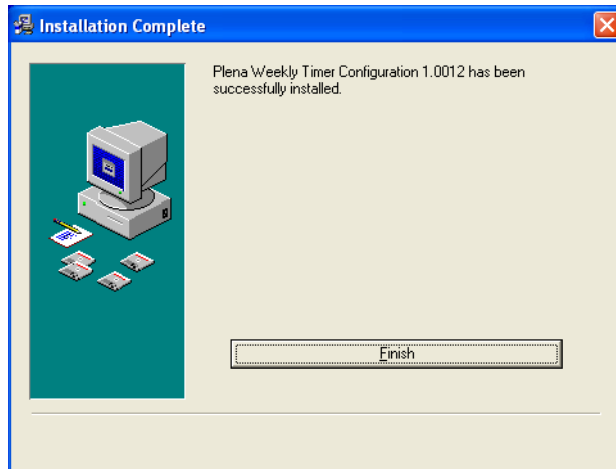

Abbildung 8.6: Installation abgeschlossen
- 6 Warten Sie, bis die Installation abgeschlossen ist. Ein Fenster wie in Abbildung 8.6 erscheint auf dem Bildschirm.